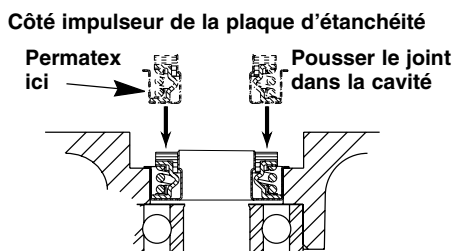

Figure 1
**REMARQUE :** S'assurer que les surfaces du joint sont propres et pas endommagées. Sur le bord extérieur du corps du joint (avec le ressort), appliquer un peu de Permatex n° 2 ou de produit équivalent (Figure 1).
1. Pousser le corps du joint neuf dans la cavité de la plaque d'étanchéité (Figure 1).